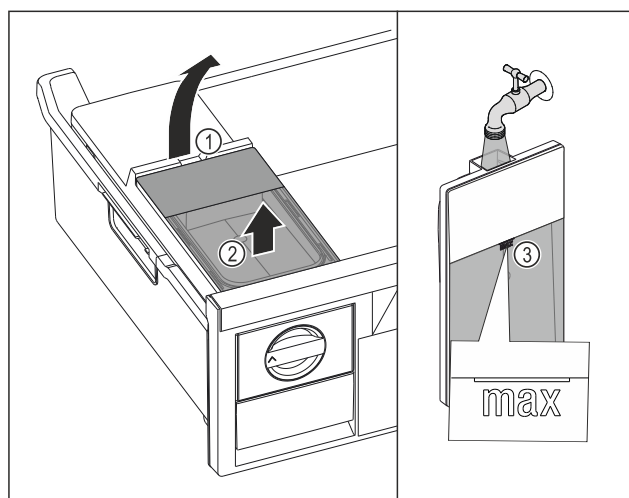

Fig. 213
- Watertank aan de uitsparing Fig. 213 (1) optillen.
- Watertank naar boven toe verwijderen. Fig. 213 (2)
- Watertank tot de markering Fig. 213 (3) vullen met drinkwater.